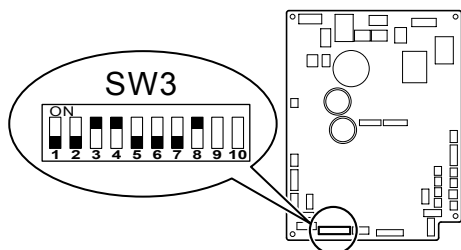

Fig. 6-2
6.2. Configuration de l'appareil intérieur encastré (à réaliser) (Fig. 6-2)